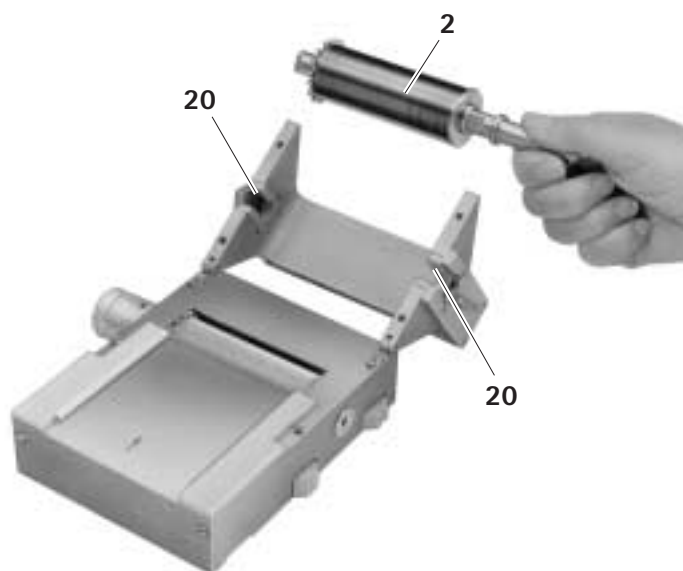

Abb. 4
- Schneidwalze **2** drehen, dabei aus den Lagerstellen **20** herausziehen, siehe Abb. 4.
- Schneidwalze **2** in die zwei Lagerstellen **20** einlegen, siehe Abb. 4.